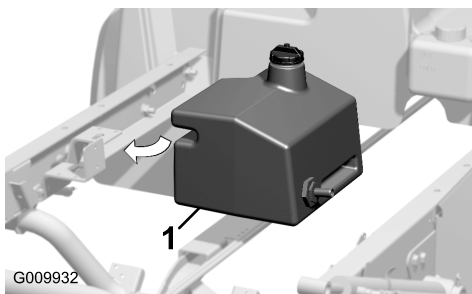

Figure 8
- Placez le réservoir hydraulique de sorte qu'un côté s'adapte sur le profilé de châssis inférieur gauche et que la fente située de l'autre côté du réservoir soit en face des trous du renfort de châssis (Figure 8).